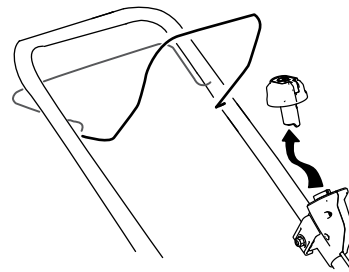

Figura 15
1. Retire el botón de arranque eléctrico (Figura 15).